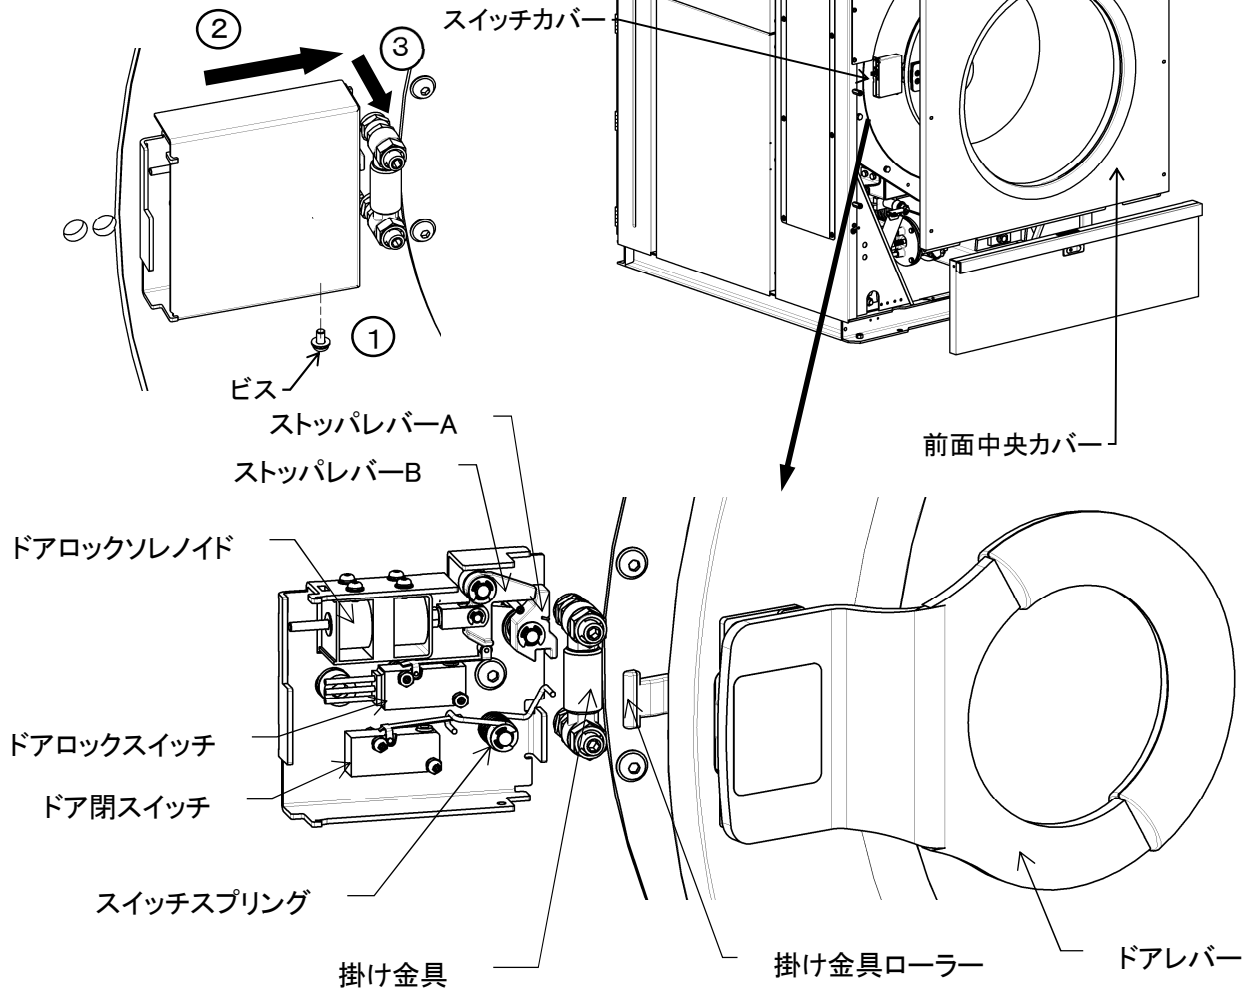

図 8-8
- ・ スイッチカバーの下側のビスを緩めスイッチカバーを右にスライドさせ手前に取り外します。(図 8-8)